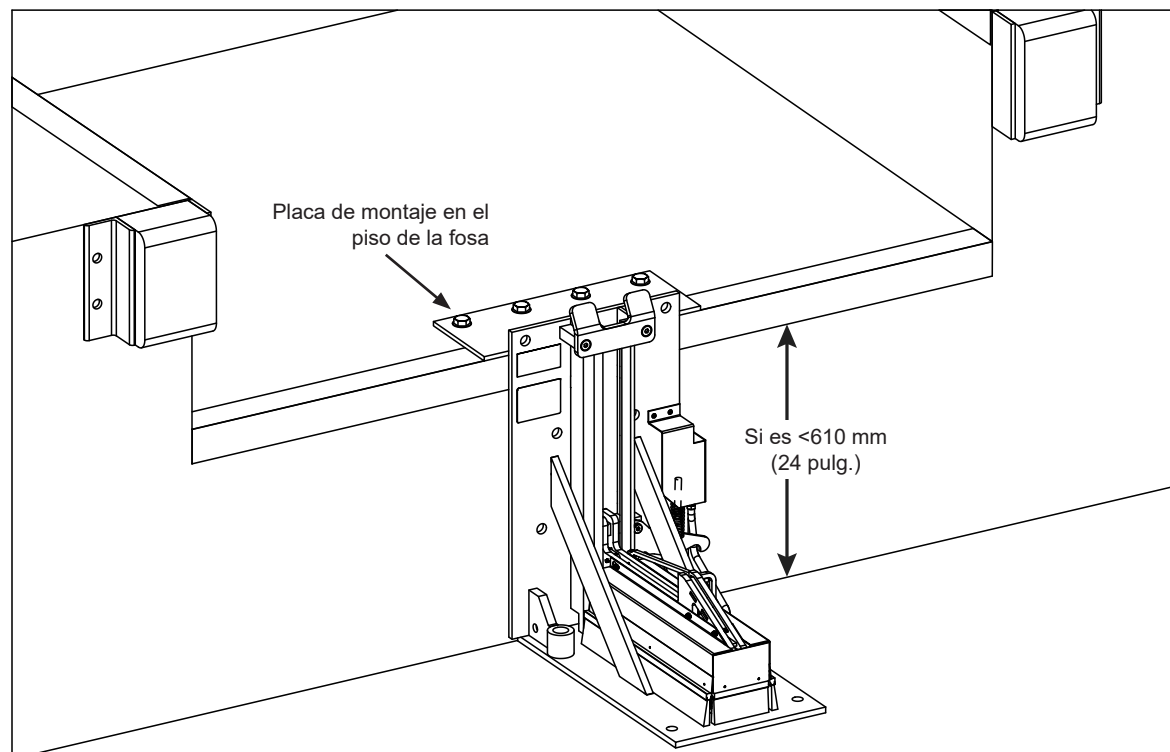
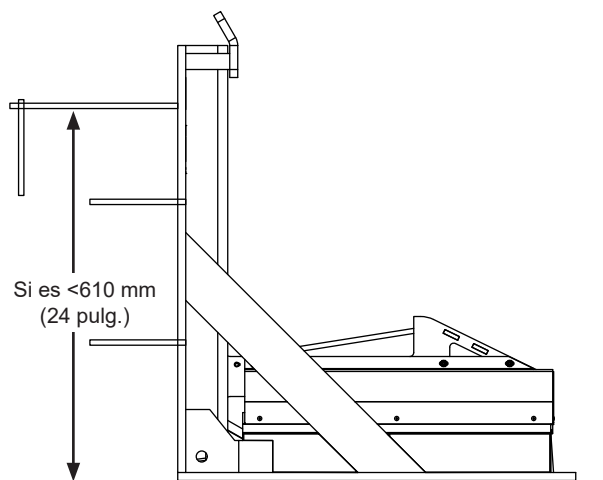

Figura 10
Figura 11
Ancle la placa de montaje en el piso de la fosa (mínimo de 9.5 mm [3/8 pulg.] x 508 mm [20 pulg.] de ancho x 203 mm [8 pulg.] de profundidad, n.º de pieza 9414-0056, Figura 10) con cuatro (4) anclajes de cuña de 19 mm x 133 mm (3/4 x 5-1/4 pulg.) mínimo. Suelde la placa de montaje al perfil con bordillo y a la placa trasera del Stop-Tite con una soldadura de filete continua de 6.4 mm (1/4 pulg.). Ancle la placa trasera del Stop-Tite al muelle con un mínimo de cuatro (4) anclajes de cuña de 19 mm x 133 mm (3/4 x 5-1/4 pulg.) mínimo (n.º de kit 2103-0003). Consulte la Figura 11.